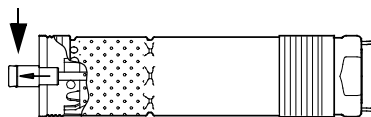

Fig. 5
2. Extraer el eje de la bomba hasta la posición indicada en la fig. 5.